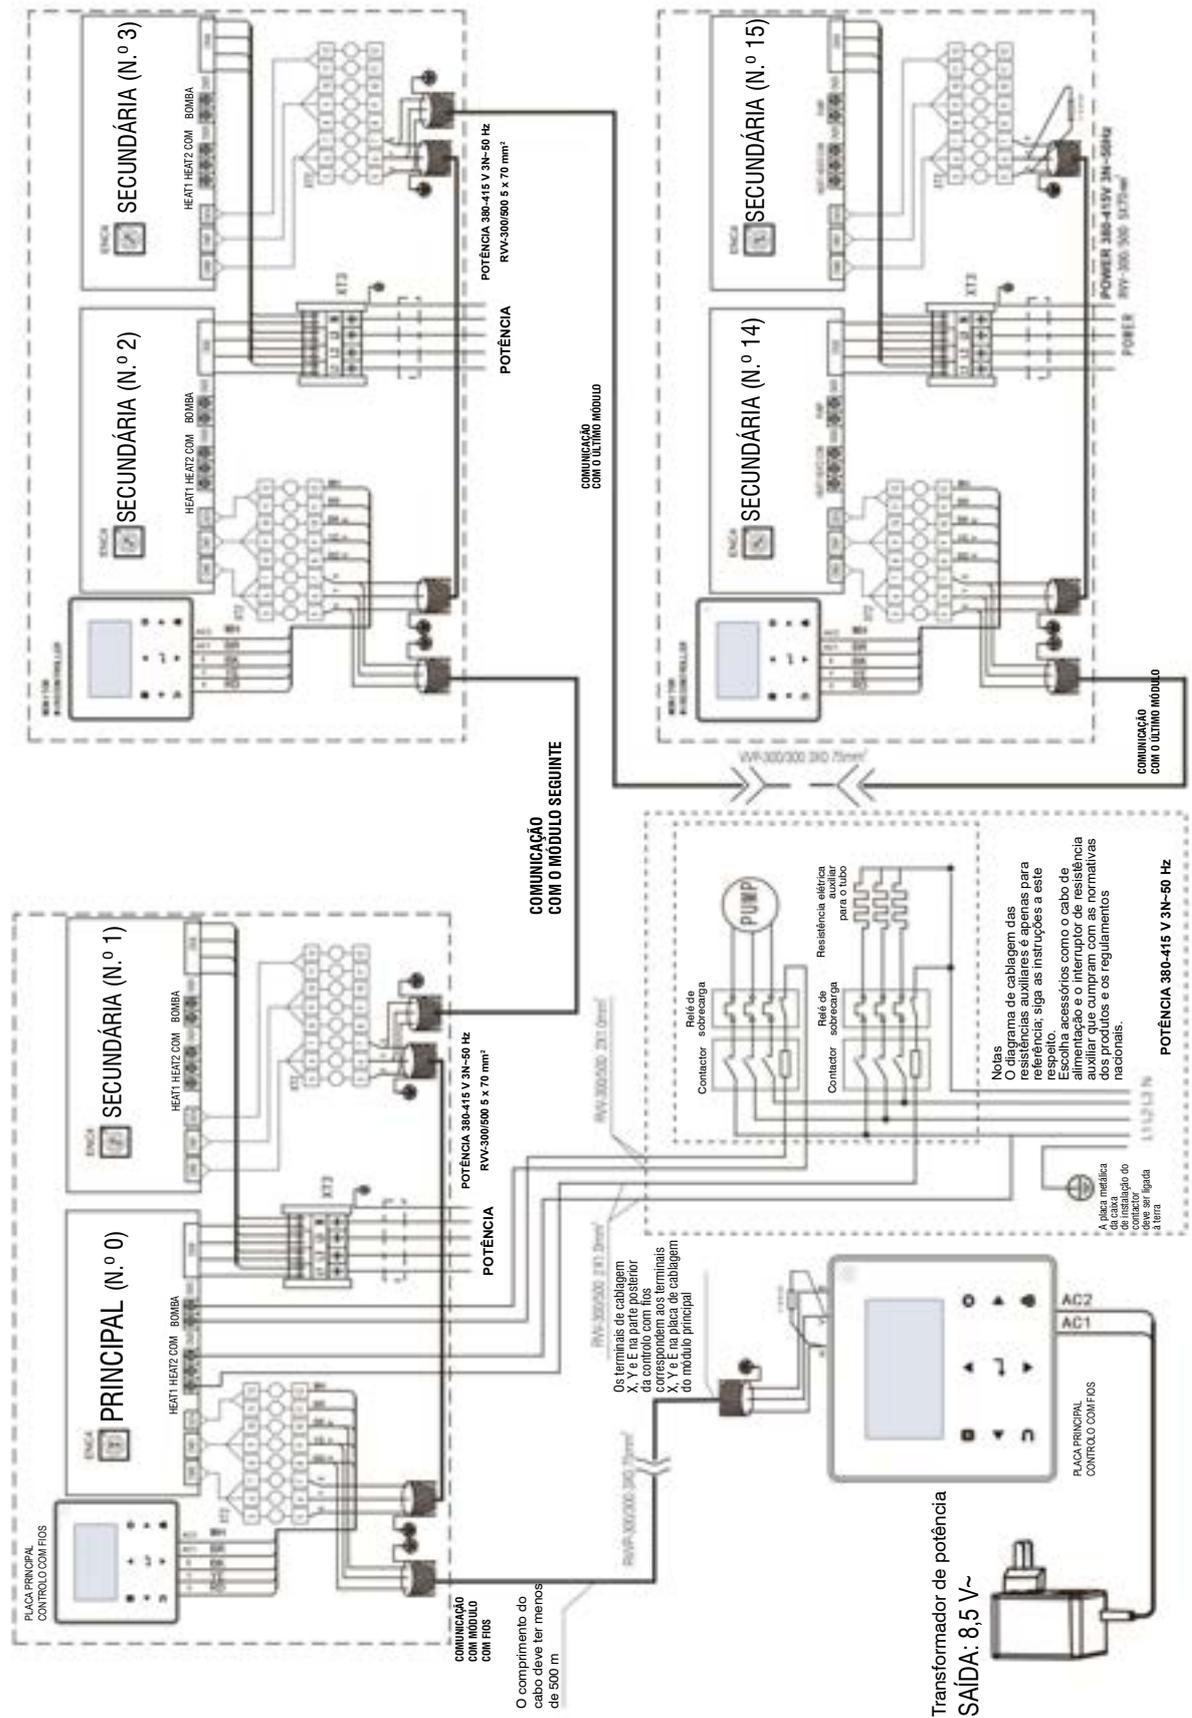

Fig. 8-28 Esquema de comunicação em rede da unidade principal e das unidades secundárias para MUENR-180-H12T / MUENR-180-H12T(K).
- c) O tubo de entrada do equipamento deve ter um interruptor de fluxo como proteção de paragem em caso de falta de fluxo na unidade. Ambas as extremidades do interruptor de fluxo devem estar providas de secções horizontais retas com um diâmetro 5 vezes maior que o do tubo de entrada. O interruptor de fluxo deve ser instalado estritamente de acordo com o "Guia de instalação e ajuste do interruptor de fluxo" (Fig.8-28, 8- 29) Os cabos do interruptor de fluxo devem ser encaminhados para a caixa elétrica usando um cabo blindado (consulte "Esquema elétrico" para obter mais detalhes). A pressão de trabalho do interruptor de fluxo é 1,0 MPa e a sua interferência é de 1 polegada de diâmetro. Depois de instalar os tubos, o interruptor de fluxo ajusta-se corretamente tendo em conta o fluxo de água da unidade.